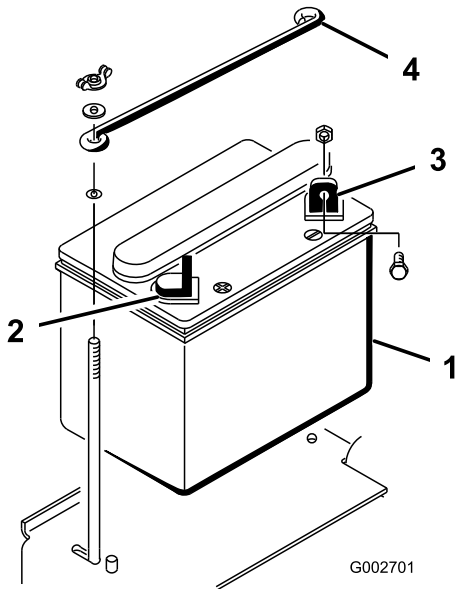

Figura 6
- Montate la batteria, con il morsetto negativo verso la parte posteriore della macchina (Figura 6).